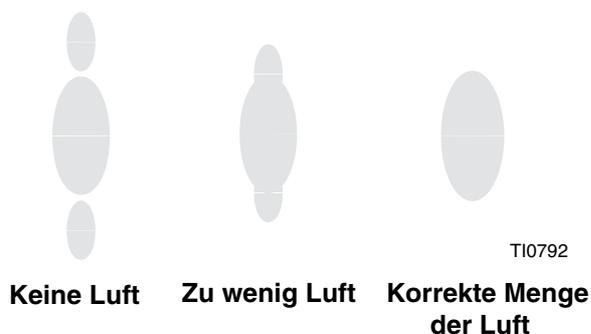

ABB. 11: Richtiges Spritzbild
4. Die Zerstäuberluft einschalten und den Luftdruck auf etwa 70 kPa (0,7 bar, 10 psi) einstellen. Das Spritzbild überprüfen und dann den Luftdruck einstellen, bis der Strahl vollkommen zerstäubt wird. Siehe ABB. 11. Der Luftdruck zur Pistole darf 0,7 MPa (7 bar, 100 psi) nicht überschreiten.